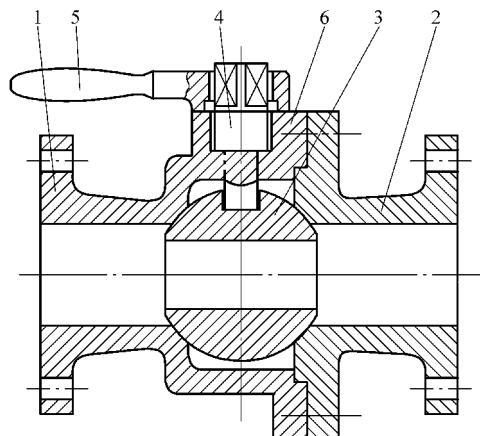

图 12-38 截流阀装配图
2. 绘制如图 12-38 所示装配图，先画出单个零件 1、2、3、4、5、6，然后用块插入的方法完成装配图。